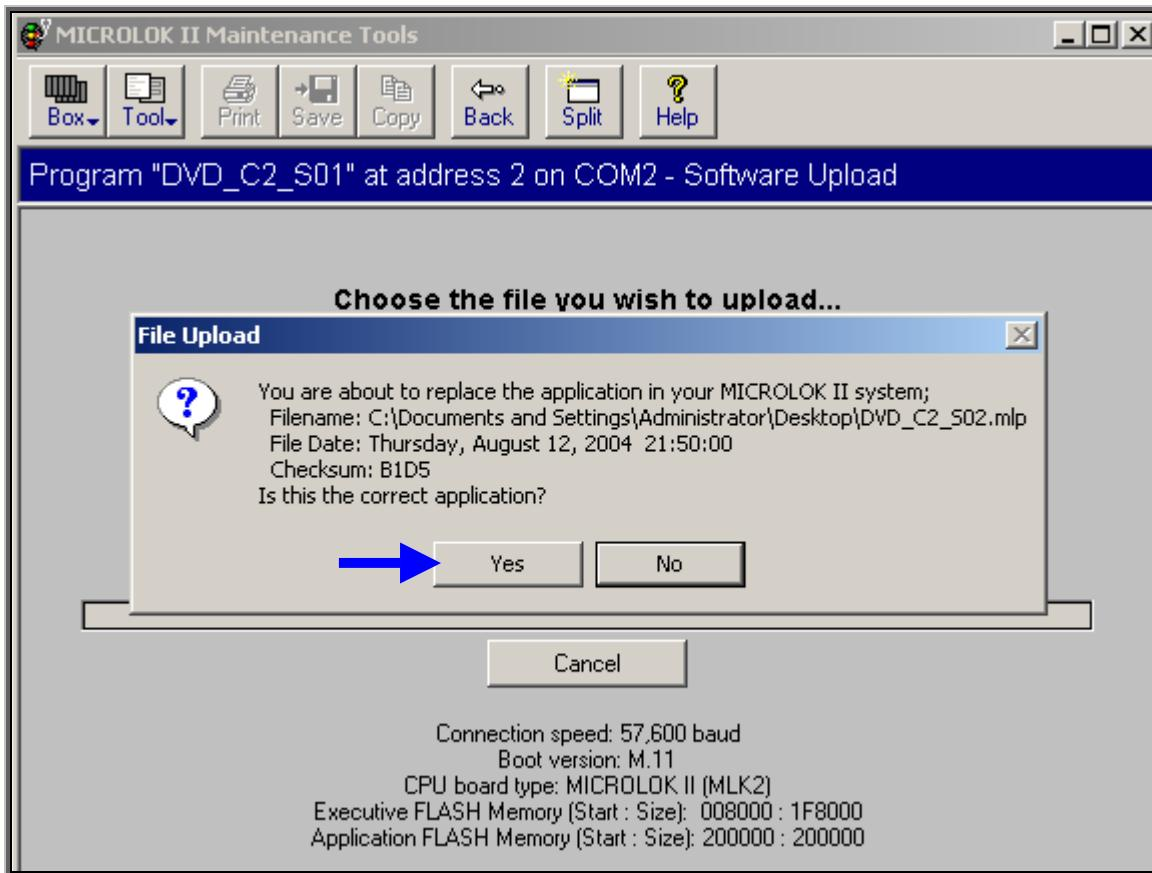

Figure-5.9.7
- ❖ “File Upload” mini window appears (Figure-5.9.7).